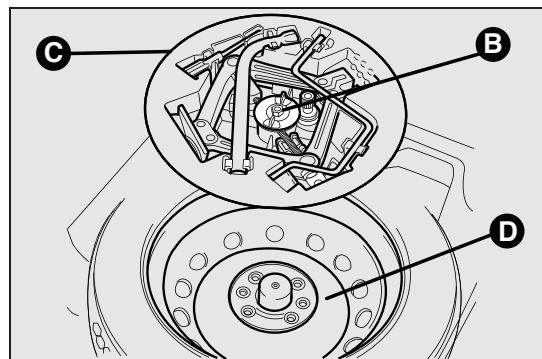

fig. 97
- ☐ draai de vergrendeling B fig. 97 los
- ☐ neem de gereedschaphouder C fig. 97 uit en zet de houder dicht bij het te verwisselen wiel;
- ☐ neem het noodreservewiel D fig. 97 uit;
- ☐ plaats het noodreservewiel D fig. 97 op de daarvoor bestemde plek in de bagageruimte;